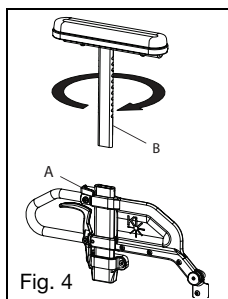

Fig. 4
- a. Tire de la palanca de ajuste de altura (Fig. 4:A) y extraiga el grupo superior del brazo en T (Fig. 4:B).
- c. Cierre la palanca de ajuste de altura (Fig. 4:A) para fijarla.